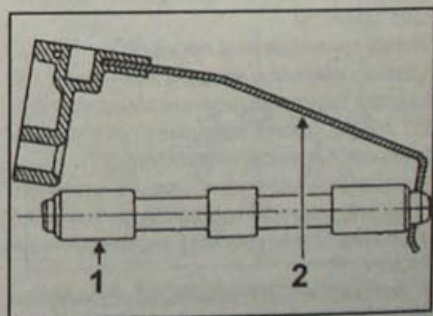

Рис. 7.14. Положение установки управляющего золотника (1) и кулисы (2)
- Убедитесь, что установлены питающий трубопровод (1, рис. 7.14) и фильтр электромагнитного модулирующего клапана.